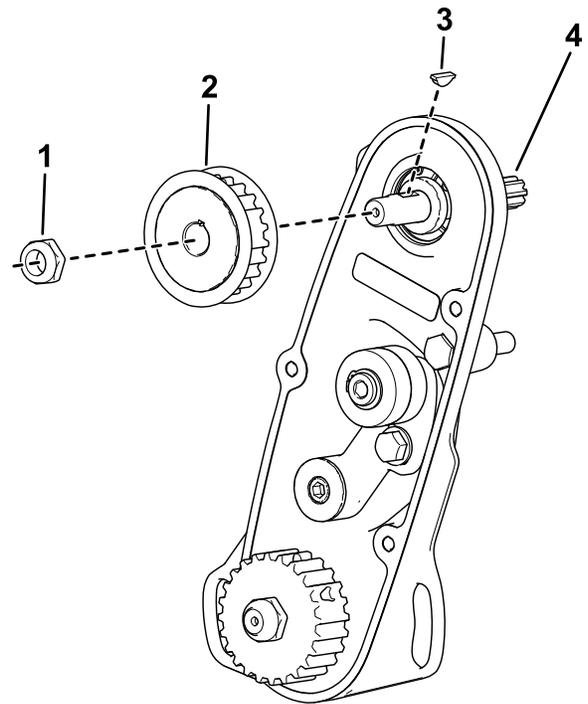

Figura 5
6. Retire la tuerca, la polea y la chaveta (Figura 5).
7. Retire el árbol de transmisión existente del molinete (Figura 5).